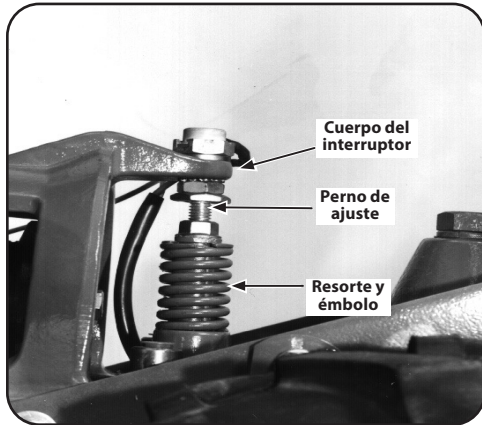

Figura 5-19
Cuando se mueve hacia arriba la palanca de Ruedas/Dientes/Transmisión de la PTO hasta REVERSE (reversa), el motor y el montaje del motor se mueven hacia abajo para presionar sobre el perno de ajuste de reversa. Consulte la Figura 5-19.
El conjunto de resorte y émbolo está diseñado para evitar que el disco de reversa entre en contacto con la polea de transmisión hasta que cambie a REVERSE (reversa). Cuando la palanca está en NEUTRAL (punto muerto), el cuerpo del interruptor en la base de la lengüeta de montaje del motor debe quedar apoyado perpendicularmente arriba del perno de ajuste de reversa. Consulte la Figura 5-19. El perno de ajuste de reversa se puede ajustar hacia arriba o abajo para corregir diversos problemas de funcionamiento de la transmisión de marcha atrás, como se explica a continuación.
6. Mueva la palanca de Ruedas/Dientes/Transmisión de la PTO a NEUTRAL (punto muerto). El cuerpo del interruptor en la parte inferior de la lengüeta de montaje del motor debe quedar apoyado perpendicularmente sobre el perno de ajuste de reversa, y el disco de reversa debe estar al menos a $\frac{3}{16}$ " de la polea de accionamiento de la transmisión. Consulte la Figura 5-19. Si el disco de reversa está más cerca que esto, levante el perno de ajuste de reversa (gírelo en sentido contrario a las agujas del reloj).